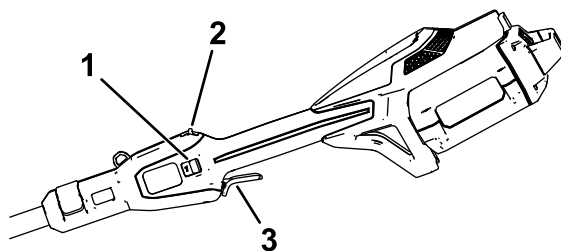

Figure 8
4. Pour mettre la débroussailleuse en marche, tirez le commutateur de blocage en arrière, puis serrez la gâchette de vitesse variable (Figure 8).